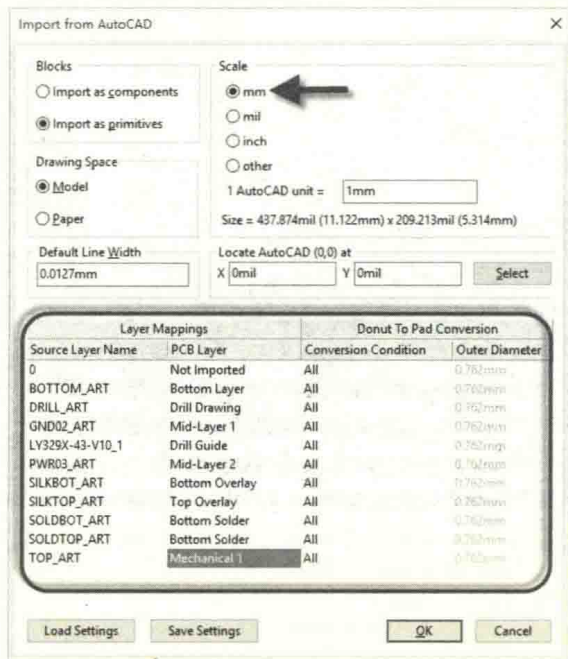

图 11-103 DXF 文件的导入
(2) 打开 Altium Designer，执行菜单命令“File-New-PCB”，创建一个新的 PCB 文档；执行菜单命令“File-Import-DXF / DWG”，导入之前 CAM350 导出的 DXF 文件，如图 11-103 所示，选择好单位（和 CAM350 导出单位应该相同），在“Layer Mappings”栏下根据前面的层定义说明，选择好叠层匹配，单击“OK”按钮，执行导入即可。